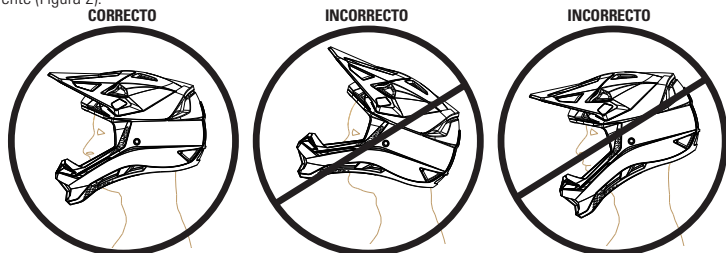

Figura 2
- Verifique que el casco se ajuste adecuadamente a la cabeza, no debe utilizarlo inclinado hacia adelante o hacia atrás, sino que, a fin de brindar protección a la frente, el casco debe ubicarse justo por encima de las cejas y sobre la frente (Figura 2).